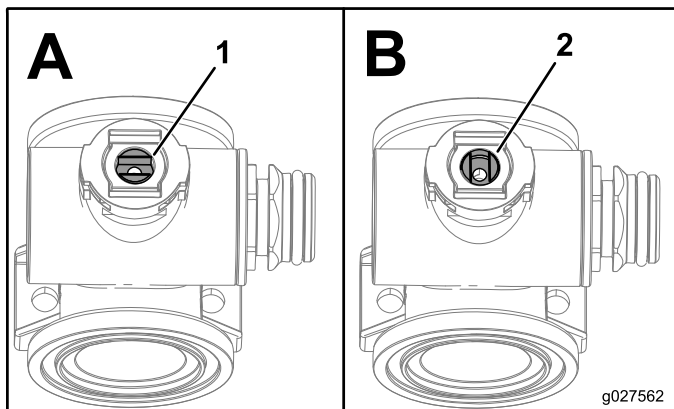

Figura 1
9. Posizionate lo stelo della valvola in modo che sia chiuso (Riquadro B; Figura 1).
12. Ruotate lo stelo della valvola in modo che la sfera sia in posizione aperta (Riquadro A; Figura 1).